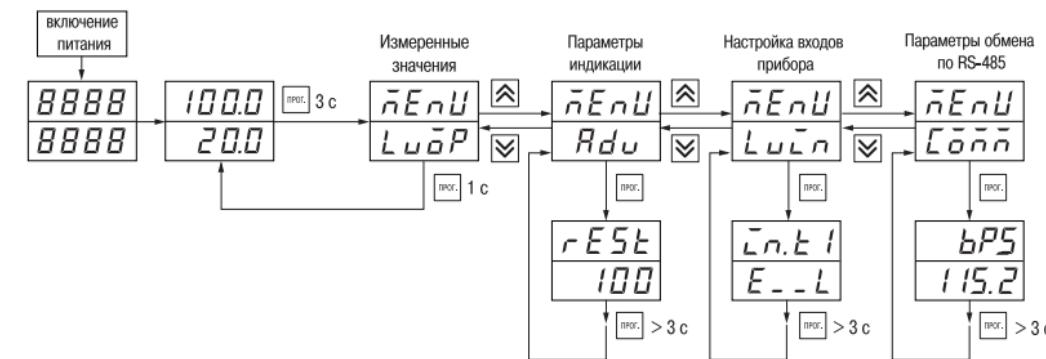

Рис. 10
7.1.2. Основные параметры прибора TPM200 объединены в 4 группы ***LuōP***, ***Adu***, ***Lučn*** и ***Cənn***, составляющие меню прибора (рис. 10). Полный список программируемых параметров приведен в Прил. Б.